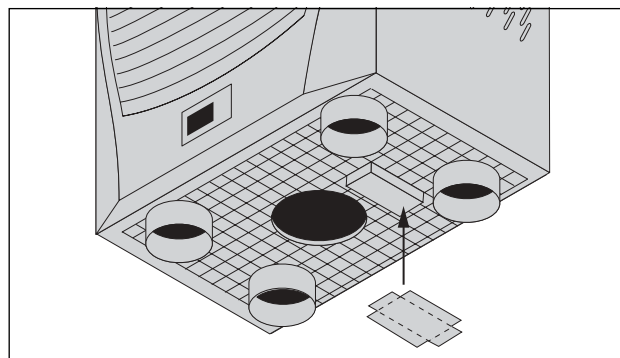

Bild 8: Sätt fast extratätningen för kondensstråget
- Klistra den medföljande extratätningen underifrån på kondensstråget (jmf. bild 8).